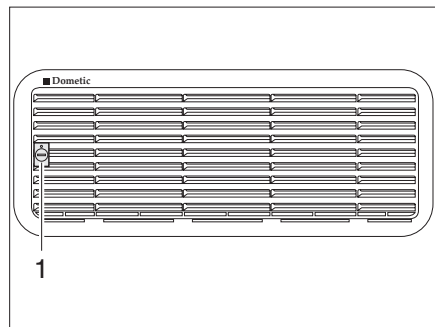
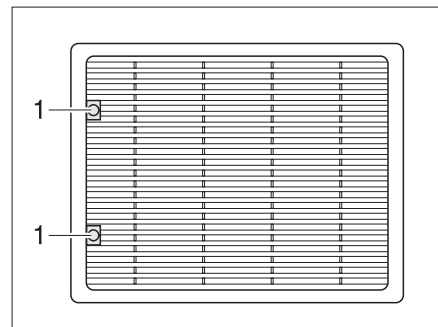

Bild 266 Kühlschrank-Lüftungsgitter (Dometic klein)
Bild 267 Kühlschrank-Lüftungsgitter (Dometic groß)
- Schraube (Bild 266,1 bzw. Bild 267,1) mit Hilfe einer Münze eine viertel Umdrehung drehen.